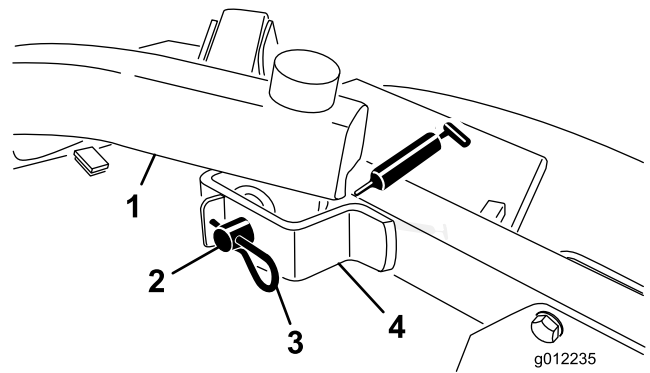

Figure 20
- Pivots de bras de relevage avant (2) (Figure 20)